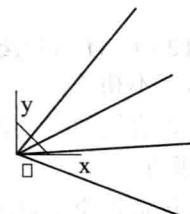

图 2-1-15 角等分线
- (5)角等分线:生成给定长度的角等分线,如图 2-1-15 所示。